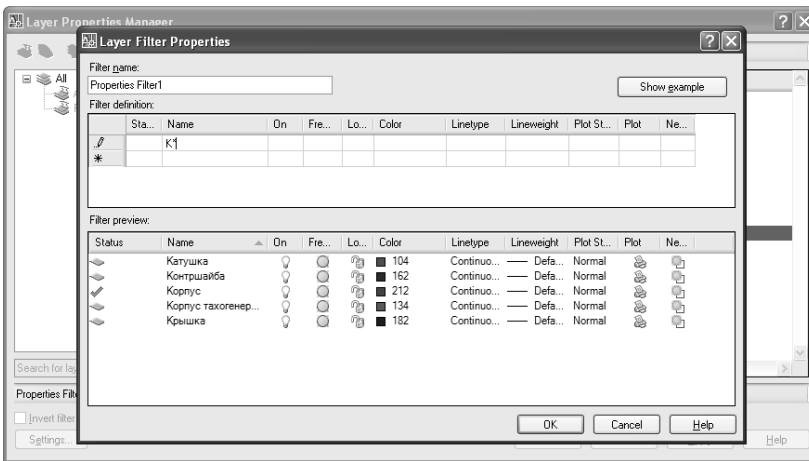

Рис. 4.22. Определение критериев нового фильтра свойств
4. В открывшемся диалоговом окне **Layer Filter Properties** (Свойства фильтра слоев) введите в строке **Filter name** (Имя фильтра) название фильтра, которое после создания фильтра будет отображаться в древовидном списке фильтров, а также определите критерии фильтра, щелкая по ячейкам сетки критериев и выбирая или вводя критерии отбора (рис. 4.22).